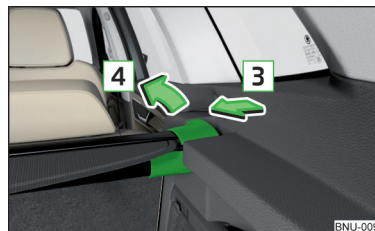

Fig. 147
- Apăsați pe partea barei transversale în sensul săgeții **3** și **extrageți** masca în sensul săgeții **4** » fig. 147.